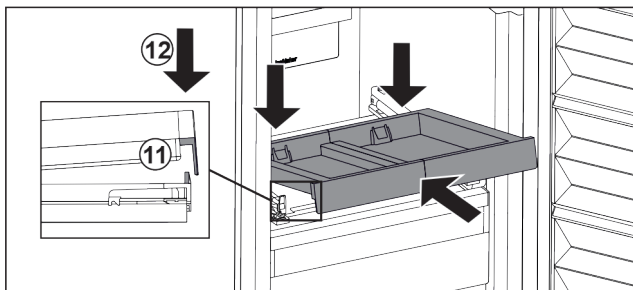

Fig. 29
- ▶ Вставити навкоси. Звертайте увагу, щоб з обох боків упор був за накладкою. Fig. 29 (11)
- ▶ Витяжну панель опустити спереду. Fig. 29 (12)